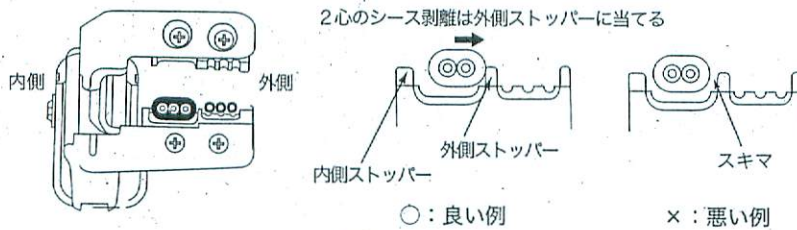

図6
- 1) 2心のシース剥離時には、確実に外側のストッパーに当てて、セットしてください(図6)。外側のストッパーに当てずにセットすると、シースが伸びて剥離できない場合があります。